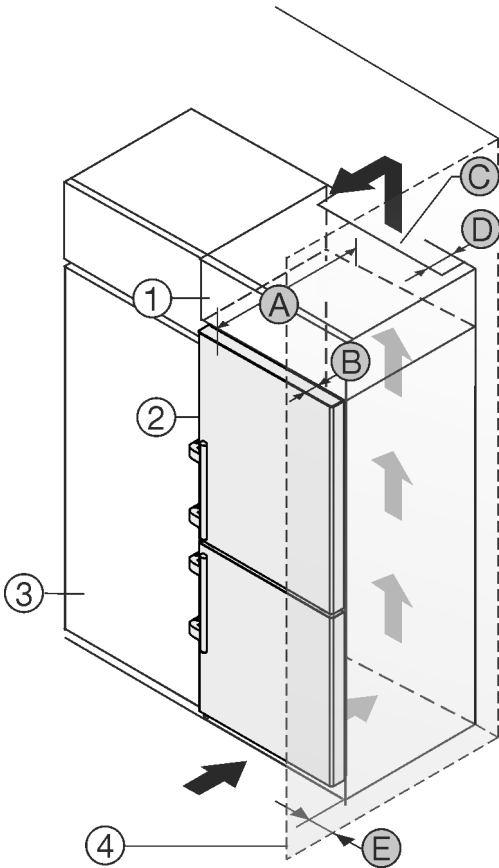

Fig. 2
- (1) 附加柜 *
- (2) 冰箱 *
- (3) 餐具柜 *
- (4) 墙壁 *
- (A) 冰箱深度 *
- (B) 门深度 *
- (C) 通风横截面 *
- (D) 冰箱背面间距 *
- (E) 到冰箱侧面的间距 *
您可以将冰箱直接放置在餐具柜 Fig. 2 (3) 旁边。*
在附加柜背面必须有一个竖风道，其深度 Fig. 2 (D) 应超过整个附加柜宽度。*
盖板下必须保有通风横截面 Fig. 2 (C)。*
如果将带铰链的冰箱放置在墙壁 Fig. 2 (4) 边，冰箱和墙壁必须至少相距 57 mm。这取决于冰箱门打开时把手与墙壁的距离。*
为了能完全打开门，冰箱必须凸出橱柜正面一定门深度 Fig. 2 (B)。根据餐具柜 Fig. 2 (3) 的深度，使用壁距调整垫片可以使冰箱更为凸出。*